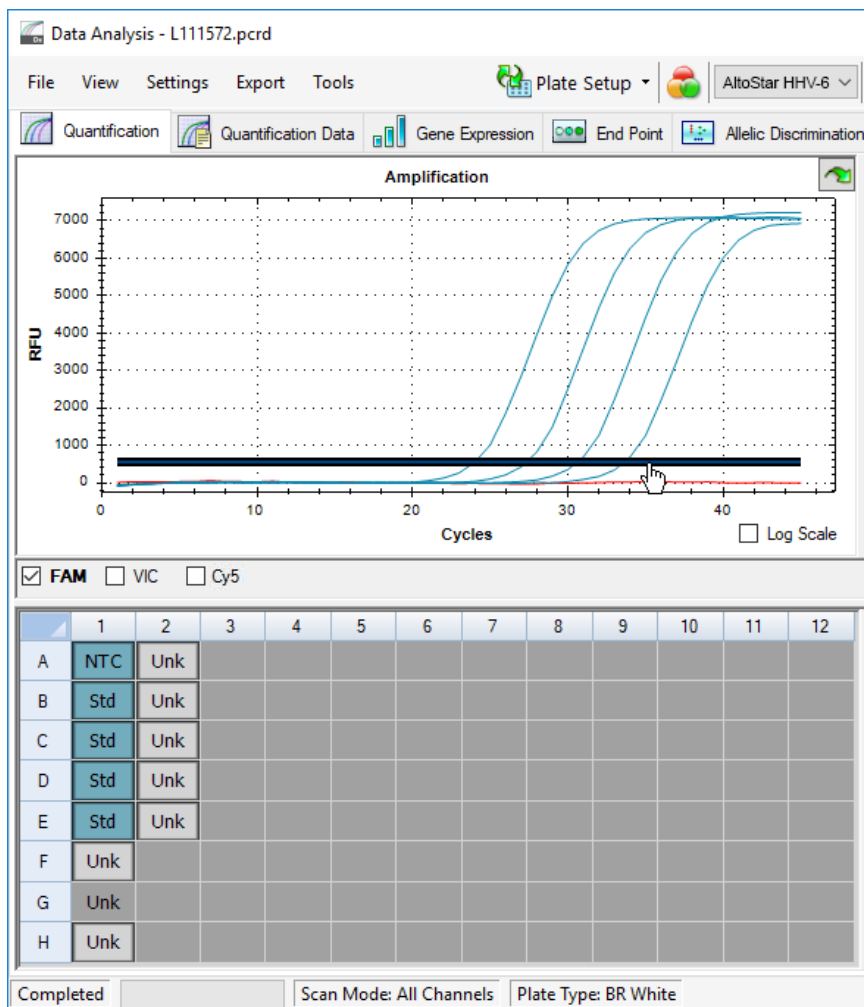

Figura 10: Ventana Data Analysis (análisis de datos): configuración del umbral FAM™
5. En la parte izquierda de la ventana Data Analysis (análisis de datos) quite la marca de la casilla de verificación **VIC** y marque únicamente la casilla **FAM** para el canal de detección del HHV-6A objetivo (consulte la figura 10).
6. Seleccione únicamente los pocillos que contienen el NTC y el QS en la vista de placa de la ventana Data Analysis (análisis de datos) (consulte la figura 10).
7. Arrastre el pocillo de umbral por encima de la señal del NTC hacia el área exponencial de las señales de QS (consulte la figura 10).
8. Para el canal de detección del HHV-6B objetivo, quite la marca de la casilla de verificación **FAM** en la parte izquierda de la ventana Data Analysis (análisis de datos), marque la casilla de verificación **Cy5** y repita los pasos 6 y 7 (consulte la figura 10).